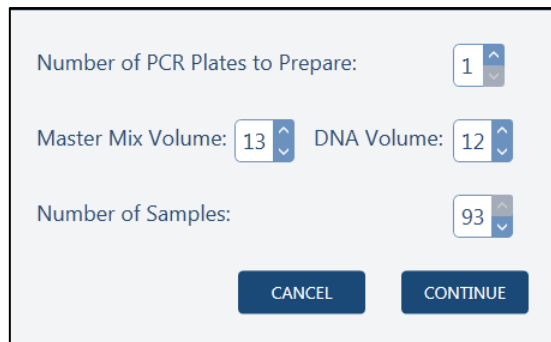

Figure 4. Fenêtre d'entrée affichant le nombre d'échantillons pour la PCR.
4. Dans la fenêtre suivante qui s'affiche, saisissez le nombre d'échantillons pour la configuration de la PCR, comme indiqué sur la troisième ligne de la **Figure 4** et similaire au format suivi durant l'extraction. Pour une plaque entière, 92 échantillons de patients peuvent être analysés ainsi qu'un contrôle d'extraction, soit 93 échantillons. Dans ce cas, le nombre de plaques PCR à préparer serait de 1, le volume du Master Mix serait de 13 µL et la colonne de matrice d'ADN, qui est l'ARN, serait de 12 µL sur les 60 µL d'éluât total obtenu après extraction. Dans la fenêtre suivante, sélectionnez les échantillons à partir de la carte de plaque. Notez que le nombre d'échantillons sélectionnés sur la carte doit correspondre au nombre d'échantillons saisis dans la fenêtre précédente. Si le nombre d'échantillons sélectionnés sur la carte ne correspond pas au nombre d'échantillons saisis, un message d'erreur vous invite à re-sélectionner les échantillons sur la carte.